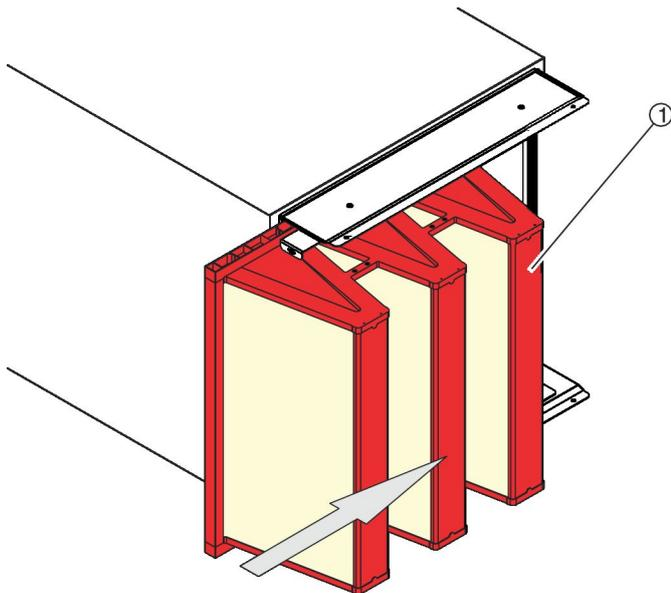

Abb. 60: Filterelement hineinschieben
6. ▶ Das Filterelement (Abb. 60 /1) von der Seite in das RLT-Gerät hineinschieben.